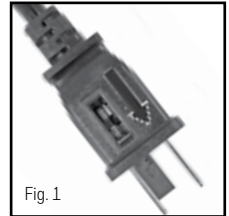

Fig. 1
- Faites glisser le couvercle du compartiment du fusible, situé sur le dessus de la fiche, vers les broches de la fiche (Fig. 1).